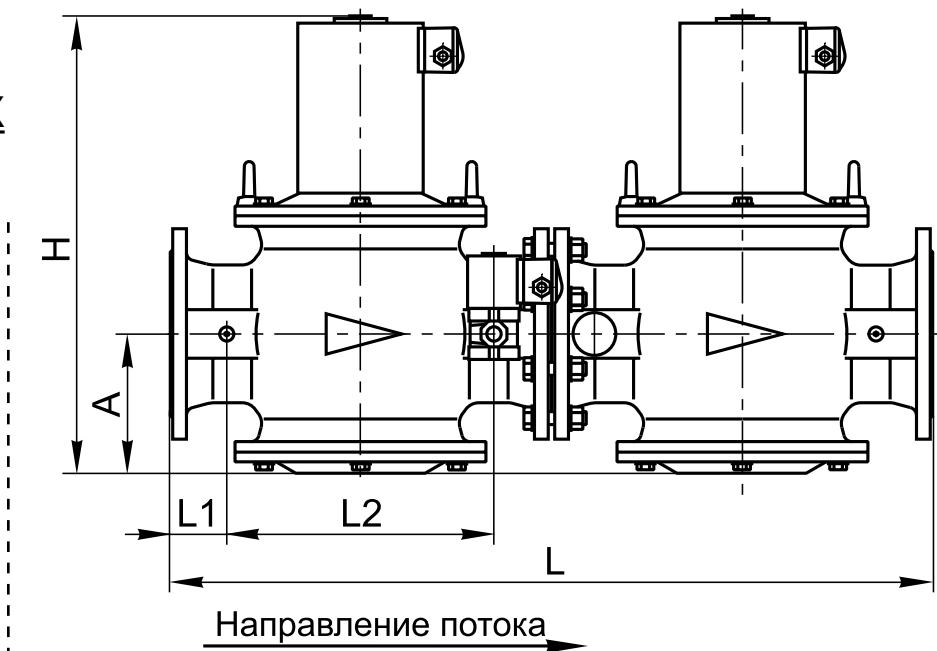

Рис. 23-45
Блок (рис. 23-45, 23-46) состоит из следующих основных узлов и деталей:
Клапан свечи безопасности может располагаться справа по ходу газа (рис. 23-45) или слева (рис. 23-46).
* Для правого исполнения блоков (рис. 23-45).